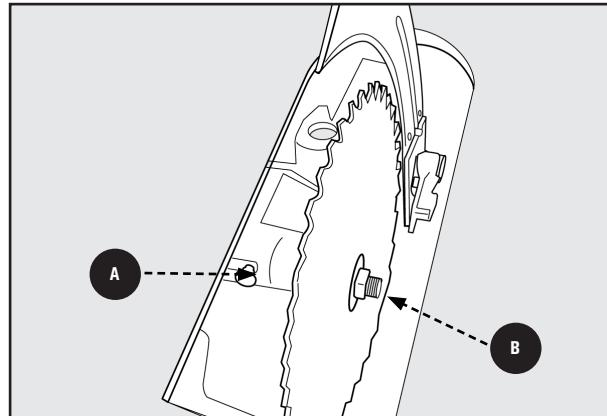

Figura 36
2. Presione y sostenga el botón de bloqueo del eje **A** que se muestra en la Figura 36.